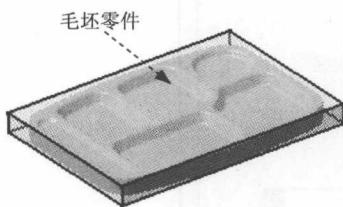

图 1.15 毛坯零件
(2) 单击 “Part Operation” 对话框中的 按钮。
(3) 在图形区中选择图 1.15 所示的零件（透明显示的模型）作为毛坯零件，在图形区空白处双击鼠标左键，系统回到 “Part Operation” 对话框。